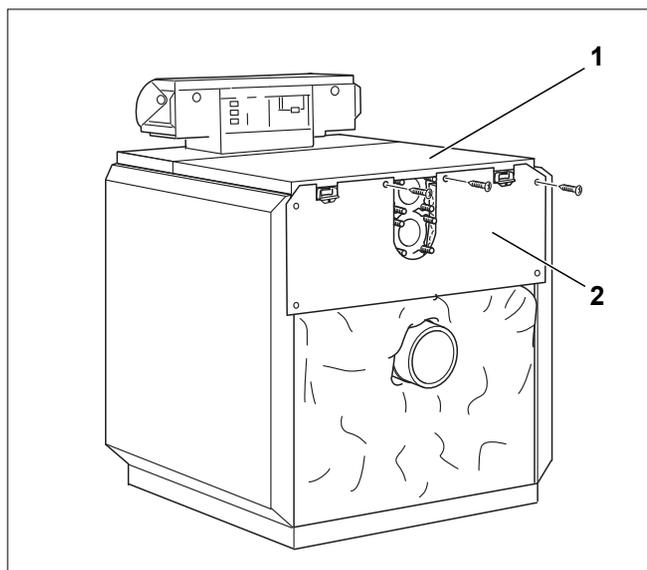

Рис. 39 Монтаж верхней задней стенки котла
- ▶ Прикрепите верхнюю заднюю стенку (рис. 39, [2]) винтами к крышке (рис. 39, [1]) и к боковым стенкам.